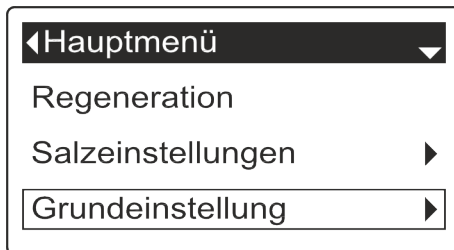

Abb. 6: Menü Grundeinstellung
2.  betätigen, bis das Menü „Grundeinstellung“ ausgewählt ist (Abb. 6).